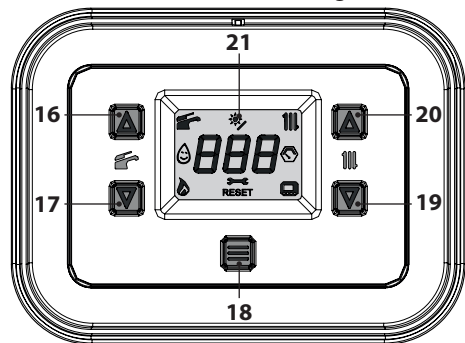
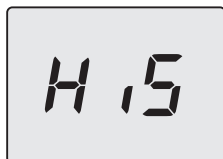

Figura 8.1
Figura 8.2
- Entrare in "modalità programmazione" premendo contemporaneamente per 5 secondi i tasti 17 e 19 (Figura 8.1) fino a far apparire sul display LCD le lettere **HiS** che indicano il menu "Storico delle caldaie" (Figura 8.2).
- Premere per 1 sec. il tasto 18 (Figura 8.1) per entrare nel parametro selezionato. Il display visualizzerà quanto segue (Figura 8.5).
- Premendo il tasto 18 (Figura 8.1) si ottiene la conferma del valore inserito. Il display visualizzerà per 5 sec. quanto segue (Figura 8.7) poi, si porterà al livello superiore.
- Premendo contemporaneamente i tasti 17 e 19 (Figura 8.1) si esce senza modificare il valore (ritorno al livello precedente Figura 8.4).
- tenere premuti contemporaneamente i tasti 17 e 19 per 5 sec. (Figura 8.1) (ritorno al livello precedente).